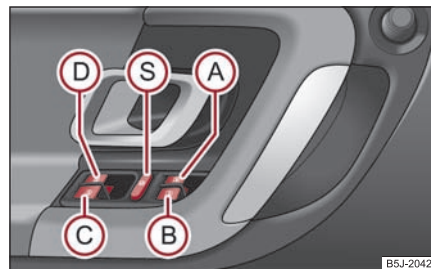

Fig. 43 Tastele din ușa conducătorului
Tastele pentru fiecare geam se găsesc în ușa conducătorului ⇒ pagina 47, fig. 43, pasagerului din dreapta și în ușile din spate*.
Apăsând comutatorul de siguranță  ⇒ pagina 47, fig. 43, puteți scoate din funcțiune tastele din ușile din spate. Apăsând încă o dată comutatorul de siguranță , puteți restabili funcționarea tastelor din ușile din spate.
- Când se transportă copii pe locurile din spate, vă recomandăm să scoateți din funcțiune comutatoarele din ușile din spate (comutatorul de siguranță)  ⇒ pagina 47, fig. 43.